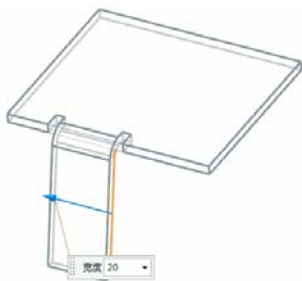
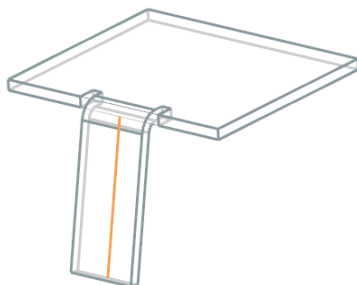

图 3-24 有限范围方式创建轮廓弯边示意图
图 3-25 对称范围方式创建轮廓弯边示意图
1) 有限：是指创建有限宽度的轮廓弯边的方法，有限范围方式创建轮廓弯边示意图如图 3-24 所示。
2) 对称：是指用二分之一的轮廓弯边宽度值来定义轮廓两侧距离来定义轮廓弯边宽度创建轮廓弯边的方法，对称范围方式创建轮廓弯边示意图如图 3-25 所示。
(2) 宽度：是指设置轮廓弯边拉伸的范围，对有限范围 and 对称范围选项有效，对于有限范围时所定义的距离值等于轮廓弯边的宽度，如图 3-24 所示；对于对称范围时所定义的距离值等于轮廓弯边宽度的一半，如图 3-25 所示。